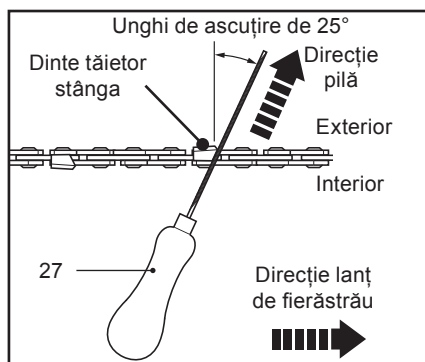

Fig. 44
4. Folosește pila pentru lanț (27) cu un diametru 1,1 ori mai mare decât adâncimea dintelui tăietor. Asigură-te că 20% din diametrul pilei se află deasupra paletelor dintelui.
5. Pilește la un unghi perpendicular pe lamă și la un unghi de 25° față de direcția de deplasare (Fig. 44).